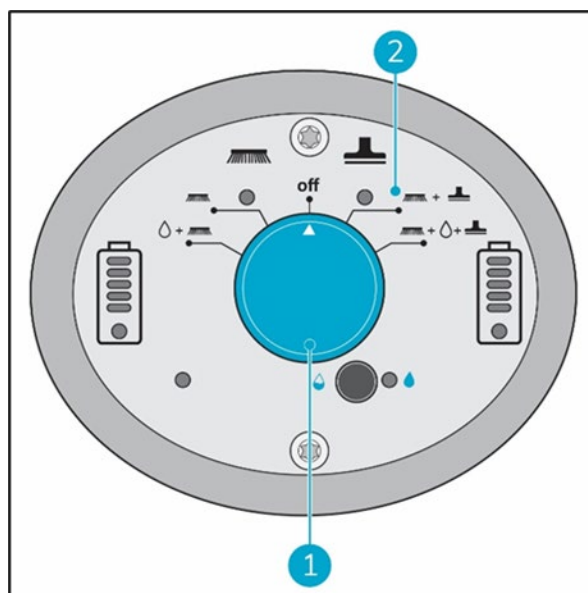

Figure 21
1. Utilisez l'interrupteur principal de l'i-mop XL Basic (Figure 21, pos 1) et sélectionnez le MODE 3 Brosse + Aspiration à sec (Figure 21, pos 2).